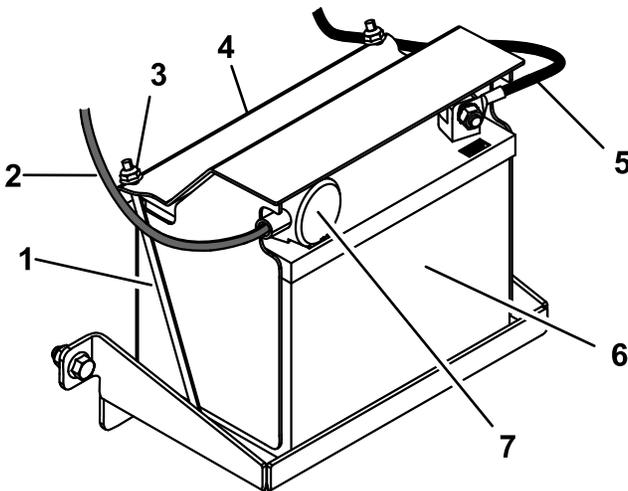

Bild 29
1. Legen Sie die Batterie in die Auflageplatte und sichern Sie sie mit der Batterieabdeckung, zwei Befestigungsstangen und zwei Muttern (Bild 29).
4. Ziehen Sie die rote Polkappe über den (roten) Pluspol der Batterie (Bild 29).